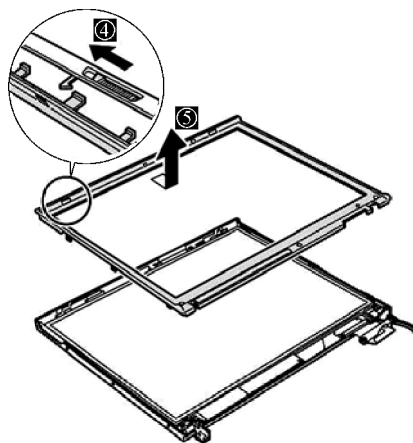

图 2-84 拆开液晶屏
2) 接下来将液晶屏的卡钩按照箭头“④”方向推，最后按照箭头“⑤”方向拖起，使内框脱离屏幕，即可拆开液晶屏，如图 2-84 所示。